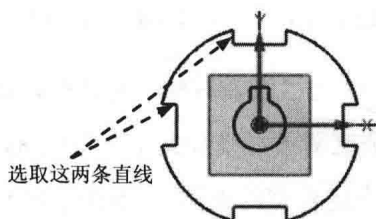

图 1.2.11 等长约束 1
Step9. 添加几何约束。单击“约束”按钮, 系统弹出“几何约束”对话框。根据系统“选择要约束的对象”的提示,单击按钮,选取图 1.2.11 所示的两条直线,则两条直线上会